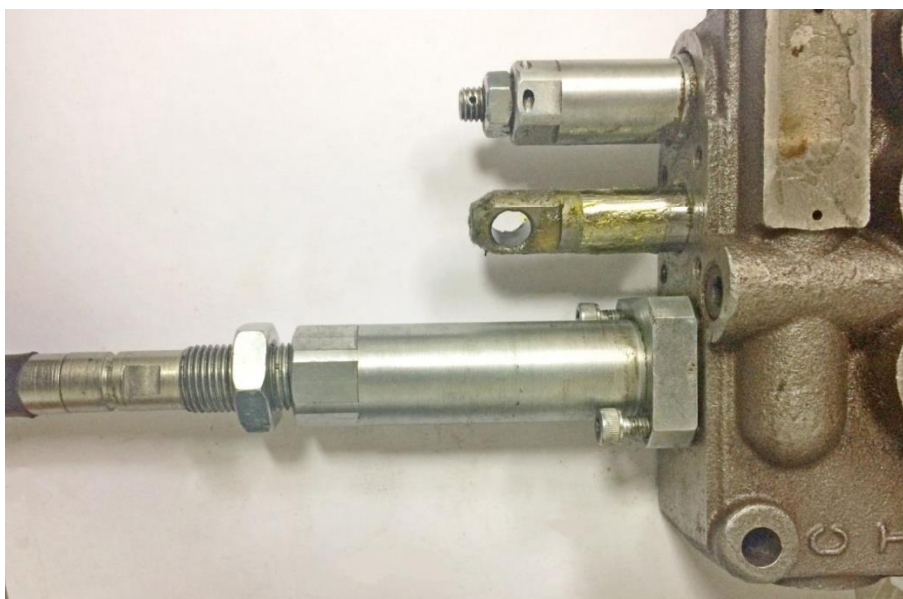

Рисунок 2.30
- отрегулировать трос управления: вращая стакан необходимо добиться, чтобы рукоятка была параллельно продольной оси джойстика; (рис. 2.30);